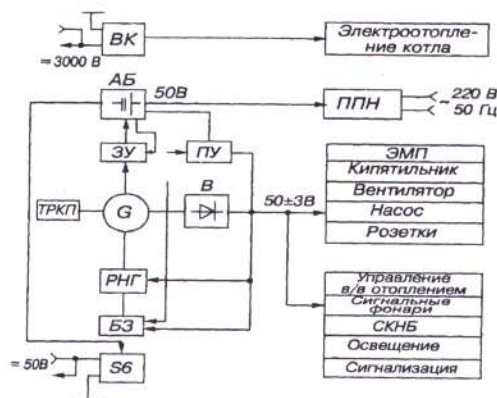

Рис.1 – Схема системы электроснабжения пассажирского вагона
8. Добавьте к тексту рисунок 1, расположив его на отдельной странице, воспользуйтесь меню ВСТАВКА, РАЗРЫВ, Начать новую страницу